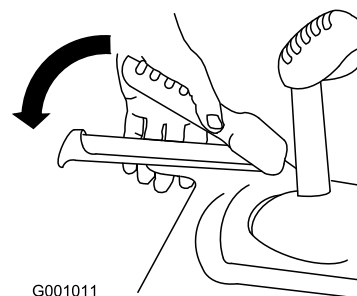

Figure 15
1. Pour engager la transmission aux roues, serrez le levier gauche (déplacement) contre la poignée (Figure 15).